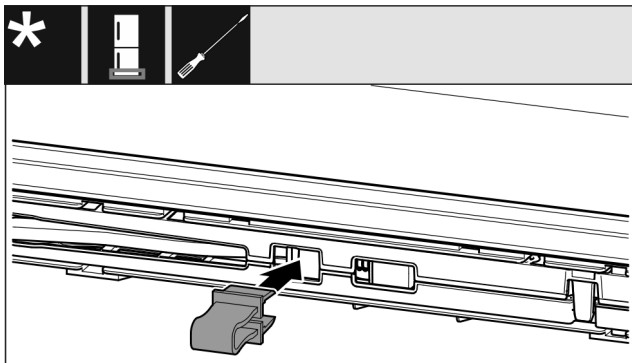

Fig. 15
- ▶ Pojistku nechte zapadnout do otvoru. (viz Fig. 15)